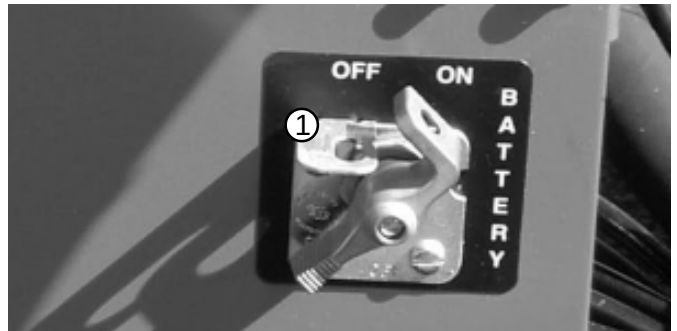

Fig. 8.3
1. Sätt huvudströmbrytaren (1) (se fig. 8.3) i läge TILL (ON).